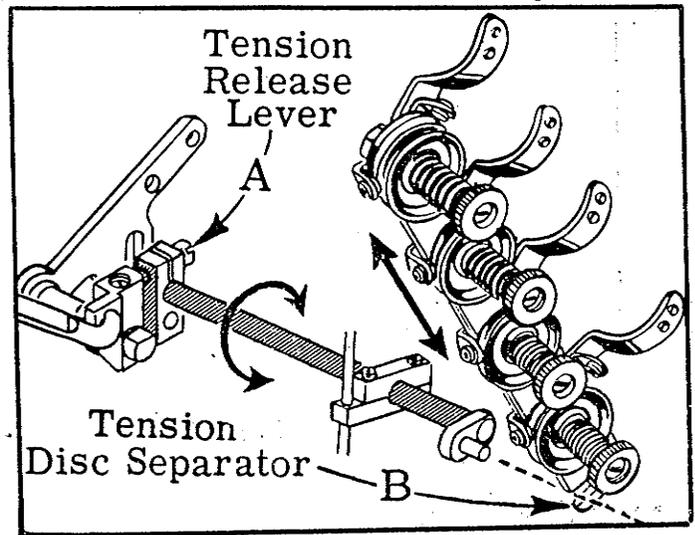

Fig. 34
Fig. 34. El aflojador de tensión del hilo está ajustado correctamente cuando empieza a funcionar si el pie prensateles es alzada a aproximadamente la mitad de la distancia de su recorrido y haya abierto los discos de tensión enteramente cuando el pie prensateles ha alcanzado su posición máxima superior. Para el ajuste apropiado, afloje el tornillo de la palanca del aflojador de tensión (A) y mueva el separador de discos de tensión (B) según sea requerido. Apriete de nuevo el tornillo (A) y verifique que no haya bloques en ningún punto.